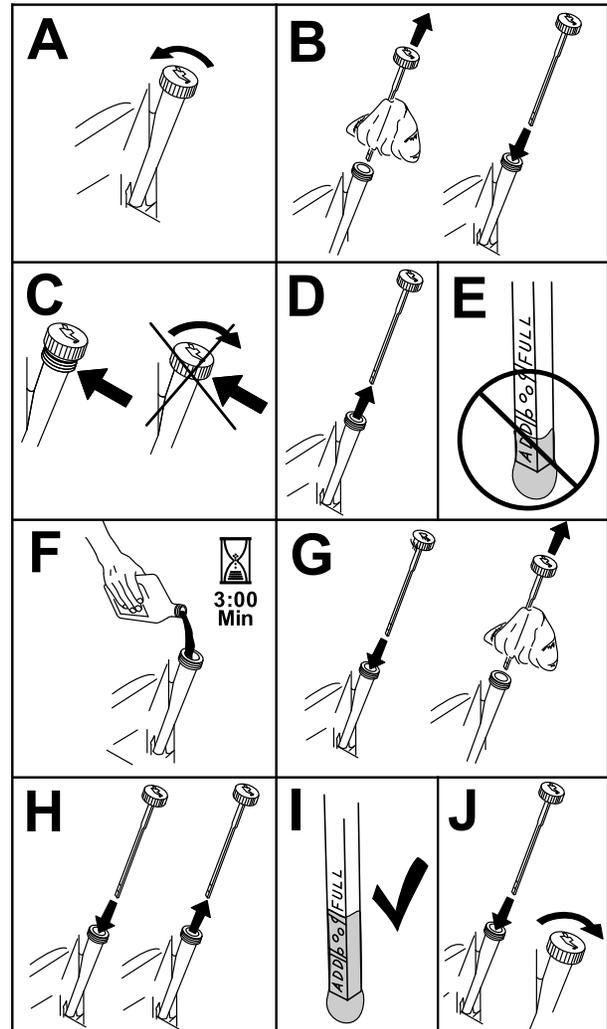

Рисунок 45
3. Чтобы не допустить попадание грязи, скошенной травы и т.п. в двигатель, очистите поверхность вокруг крышки маслозаливной горловины и масломерного щупа, прежде чем снимать их (Рисунок 45).